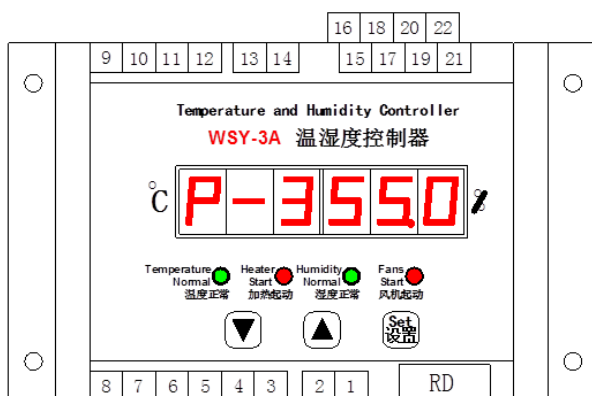

图3
- 继续按下设置键，左侧三位数码管闪烁显示P-3，表示是湿度下限设置值，右侧三位数码管为数值位，通过“∧”、“∨”进行设置（见图3），设置范围0-99。